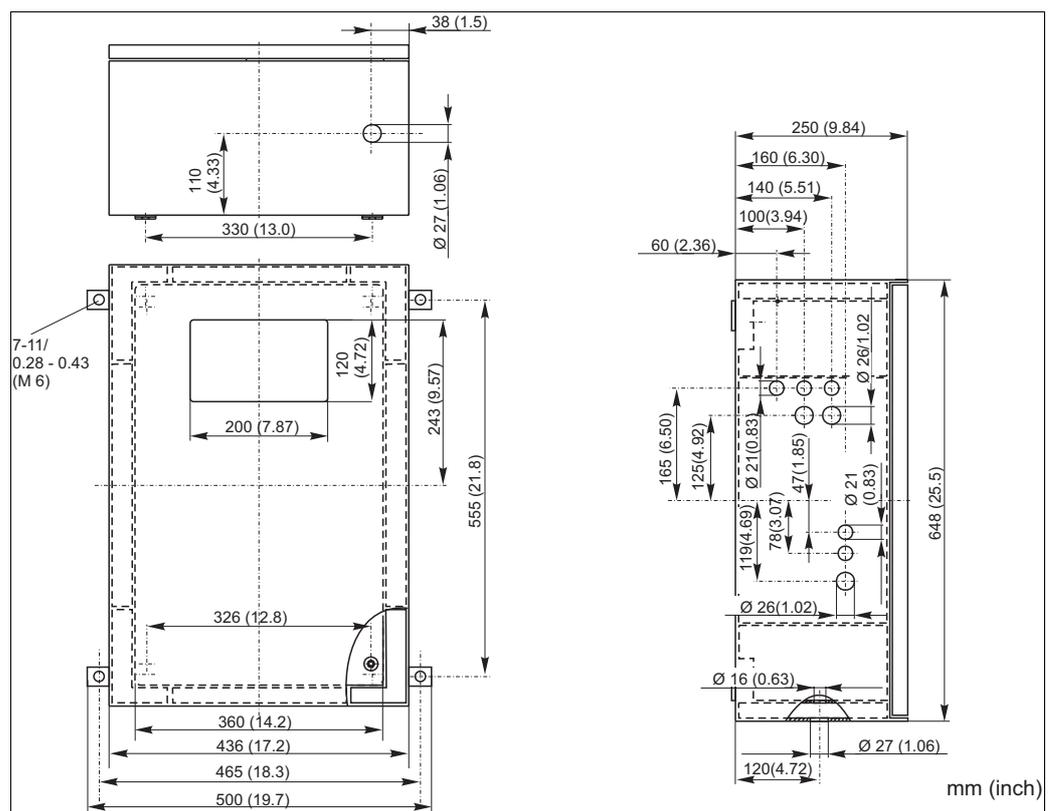

Fig. 2: Versione in vetroresina
-  2 Questo simbolo indica un riferimento incrociato a una figura specifica (ad es. fig. 2).